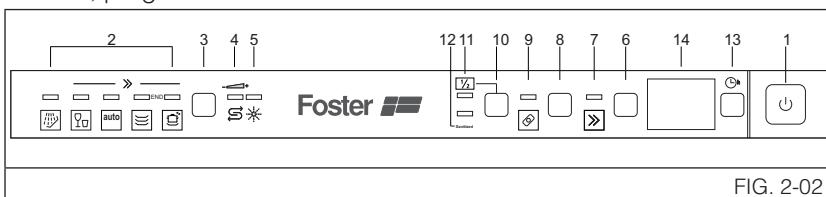
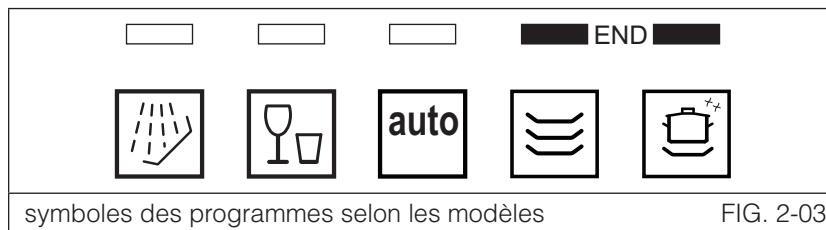

FIG. 2-02
FIG. 2-03
Le lave-vaisselle est doté d'un bandeau de commande (voir fig. 2-02) au moyen duquel il est possible d'effectuer toutes les opérations de mise en marche, programmation et arrêt.
Pour exécuter les programmes **6, 7, 8, 9, 10**, appuyer, après avoir sélectionné le programme standard de votre choix, sur le **bouton option** « **quick time** » (rep. 6, fig. 2-02).
Quand on appuie sur la touche marche/arrêt (réf. 1 fig. 2-02), on met le lave-vaisselle sous tension. Il faut ensuite attendre l'allumage de l'un des **voyants programmes** (réf. 2 fig. 2-02).
- Appuyer sur la touche sélection programmes (réf. 3 fig. 2-02) le nombre de fois qu'il faut pour que le voyant correspondant au programme souhaité s'allume (réf. 2 fig. 2-02).
- Pour annuler le programme en cours, il faut, après avoir ouvert la porte, appuyer sur la touche de sélection programmes (réf. 3 fig. 2-02) et la maintenir appuyée pendant quelques secondes jusqu'à ce que les voyants du quatrième et du cinquième programme s'allument en même temps (réf. pr.4, pr. 5 fig. 2-03).
- Après environ 1 minute, le lave-vaisselle se porte à la fin du cycle et les voyants du quatrième et du cinquième programme (réf. pr. 4, pr. 5 fig. 2-03) commencent à clignoter.
Avant de sélectionner le **départ différé**, ouvrir la porte du lave-vaisselle et sélectionner le programme de lavage souhaité (voir paragr. 2.2 "Sélection du programme de lavage, mise en marche et arrêt"). La sélection du temps de retard s'effectue en appuyant sur la touche Départ différé (réf. 11 fig. 2-02) ; quand on appuie plusieurs fois sur la touche, l'afficheur visualise en séquence les temps de retard pour le démarrage du programme, à partir de **1 heure**.
Pour arrêter l'appareil, ouvrir la porte et appuyer sur la touche marche/arrêt (réf. 1 fig. 2-02).